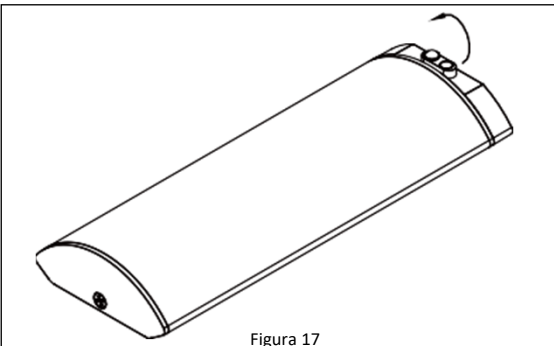

Figura 17
5. Retira la tapa protectora del puerto del sensor girándola 90° hacia la izquierda y levantándola. Instala el sensor en el puerto del sensor alineando las pestañas debajo del sensor con las muescas del puerto del sensor, luego giralo ligeramente hacia la derecha. **Ver Figura 17.**